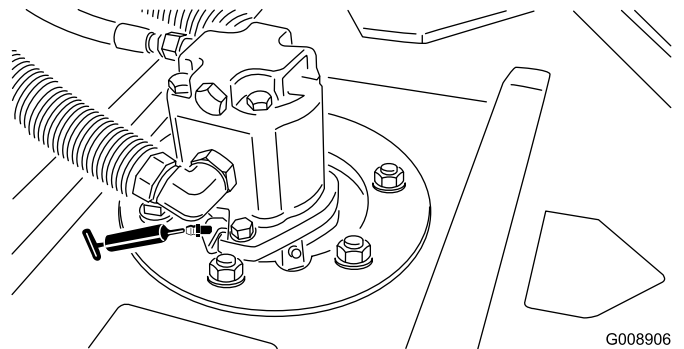

Figura 40
- Cojinetes de los ejes de las unidades de corte (1 por unidad de corte) (Figura 40).